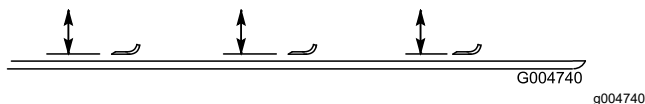

Figure 129
2. Tournez la lame dans le sens longitudinal et mesurez la distance entre l'intérieur de l'unité de coupe et le tranchant à l'avant de la lame (Figure 129).